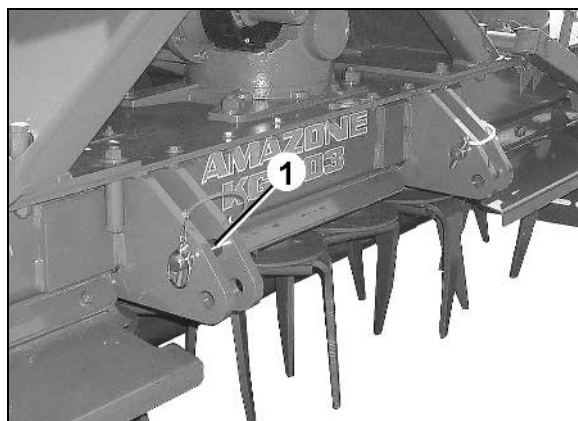
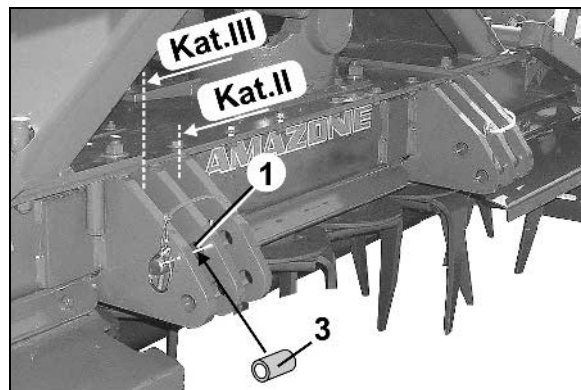

Fig. 34
Fig. 35
sind mit Ober- und Unterlenkerbolzen (Fig. 34/1) der Kat. II zum Anbau von Traktorober- und unterlenkern ausgerüstet.
- sind mit dreischnittigen Unterlenkerplatten (Fig. 35) ausgerüstet. Deshalb ist der Anschluss von Traktorunterlenkern Kat. III durch Umstecken der Unterlenkerbolzen (Fig. 35/1) und Aufstecken von Übergangsbuchsen (Fig. 35/3) möglich.
Eine sehr kurze Gelenkwelle kann beim Anheben der Bodenbearbeitungsmaschine so stark abgewinkelt werden, dass das Wenden am Feldende mit laufender Gelenkwelle nicht mehr möglich ist. Um den Abstand zu optimieren, sind die Unterlenkerplatten (Fig. 34 bzw. Fig. 35) mit 2 Bohrungen versehen.